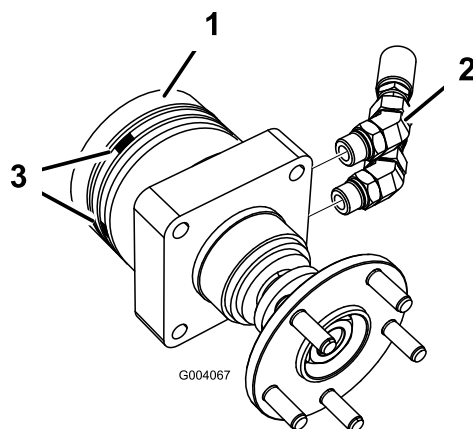

Figura 2
4. Instale dos acoplamientos hidráulicos de 45° en cada motor de rueda (Figura 2). Posicione los acoplamientos de manera que estén orientados directamente hacia atrás.